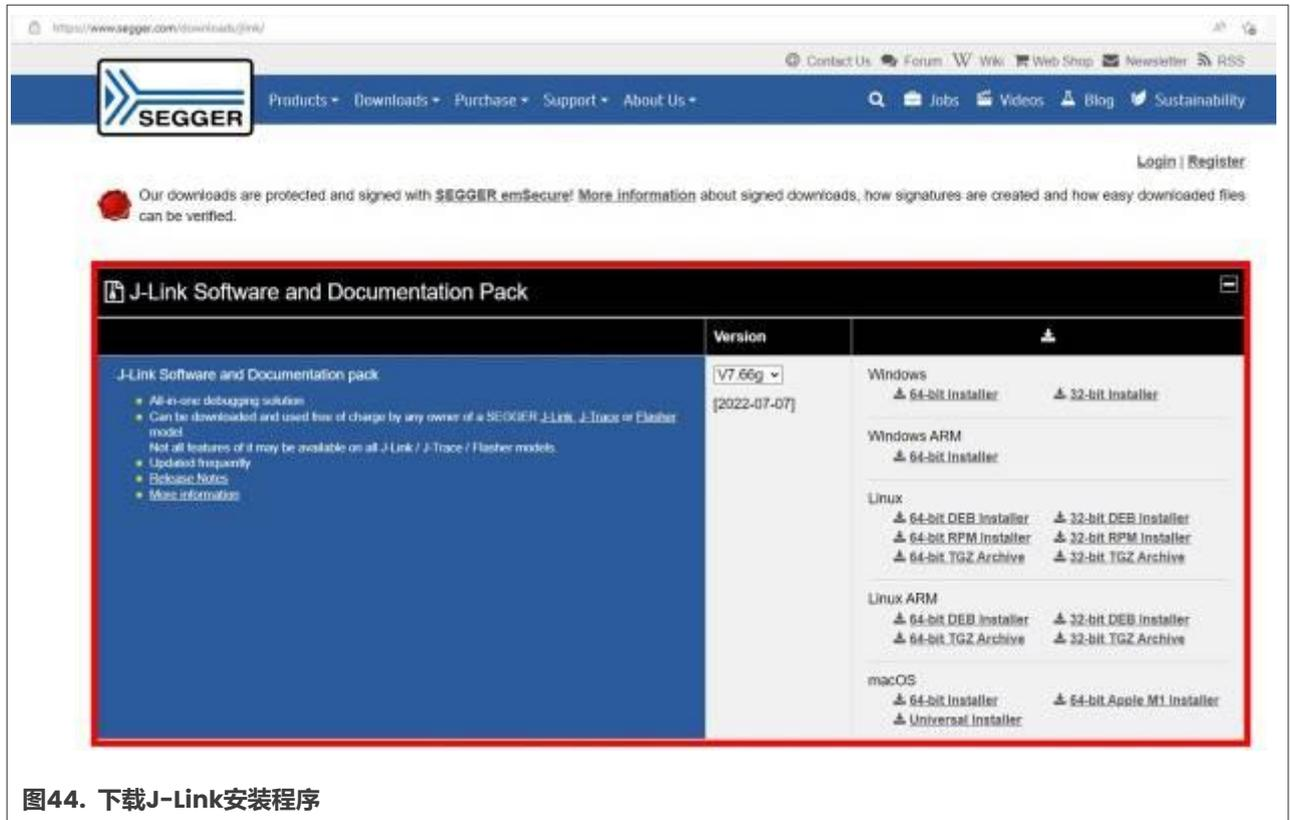

图44. 下载J-Link安装程序
1. 访问SEGGER J-Link网站并下载适合您的操作系统的J-Link安装程序，如图44所示。